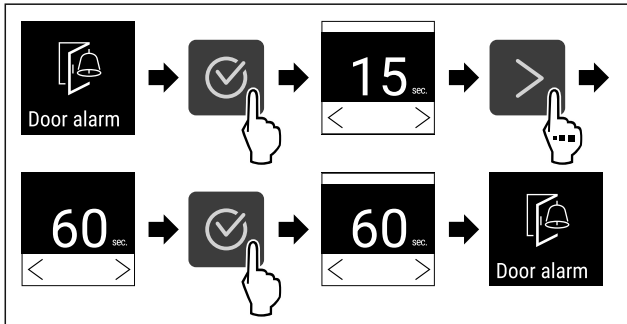

Fig. 104
- ▶ Изпълнете стъпките (виж Fig. 104) .